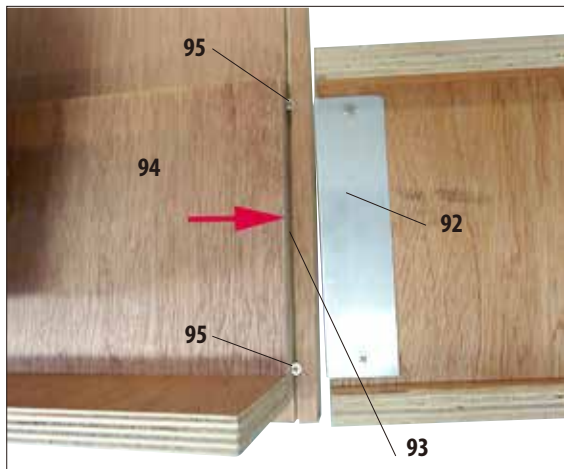

Fig. 9
- Encaixe estes trilhos à esquerda e à direita do painel (92) na ranhura (93) do estrado para que eles fiquem rentes à placa de madeira (94) que mantém o aparelho (Fig. 9).